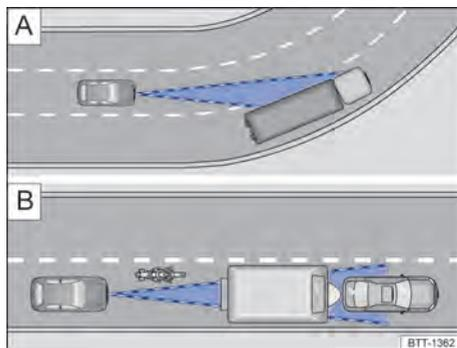

Fig. 97 A) Condução em curva. B) Veículos fora da área de alcance do sensor do radar
O sensor do radar sempre realiza as medições em sentido reto. Por isso, veículos em curvas fechadas podem ser acidentalmente detectados ou veículos a frente podem não ser detectados → Fig. 97 .
- Veículos que conduzem fora da área do sensor em pequena distância do próprio veículo, por exemplo, motocicletas → Fig. 97 .